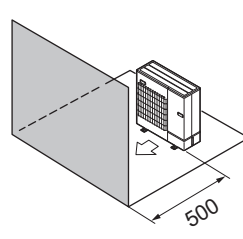

Fig. 2-10
- ④ Көдергілер тек алдыңғы жағында (Fig. 2-10)